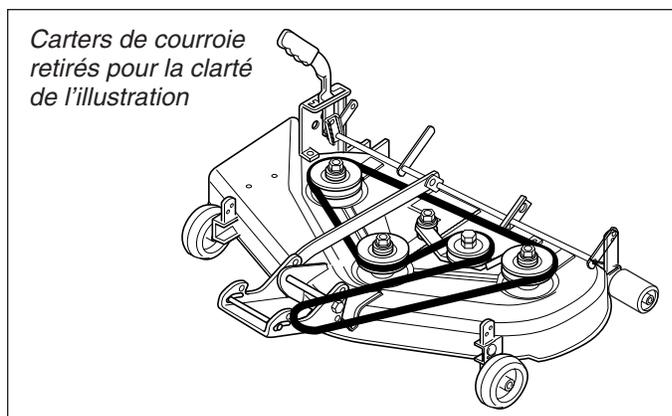

Figure 30. Configuration de la courroie de tondeuse de 112 cm
5. Retirer la courroie usée et installer la nouvelle courroie sur les poulies, comme illustré à la figure 30.